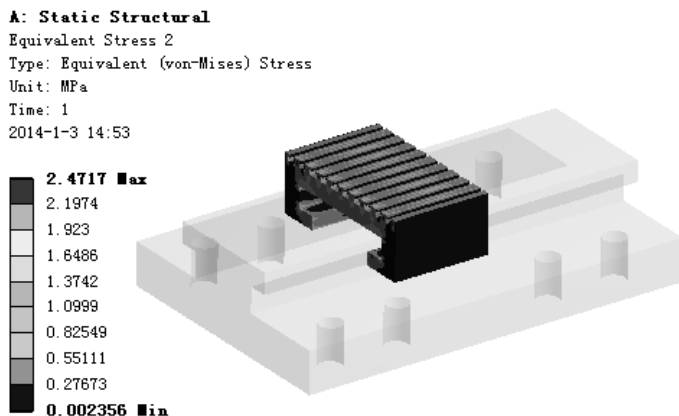

图 7.6.29 应力结果图解 (slider)
(4) 查看 slider 应力结果图解。在“Outline”窗口中选中  Equivalent Stress 2，查看图 7.6.29 所示的零件 slider 的应力结果，其最小应力为 2.3562×10^{-3} MPa，其最大应力为 2.4717 MPa。